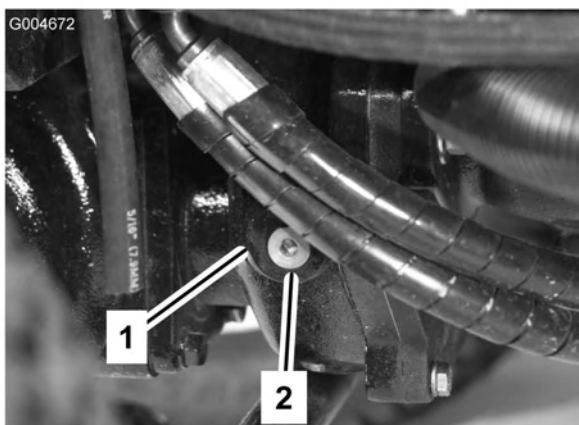

Figura 13
2. Retire o tampão de verificação/enchimento que se encontra na zona esquerda da caixa de engrenagens (Figura 13) e certifique-se de que existe lubrificante até ao fundo do orifício. Se o nível estiver baixo, junte lubrificante suficiente para o nível subir até ao fundo do orifício.